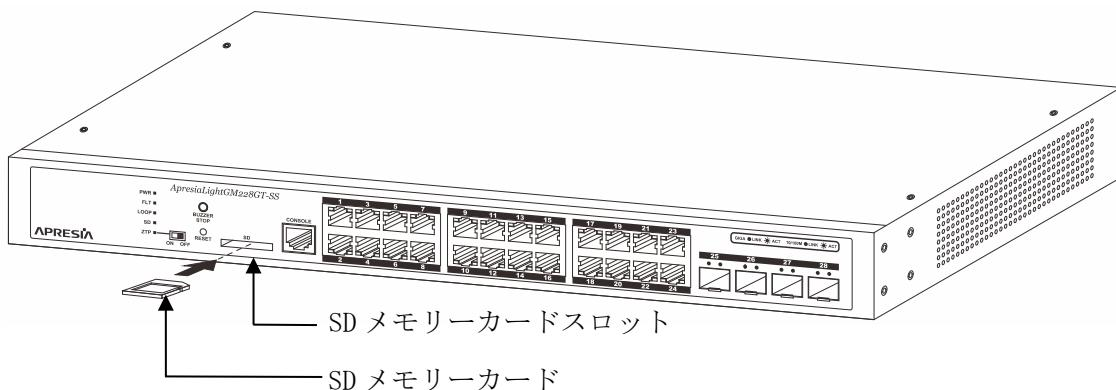

図 3-28 SDメモリーカードの挿抜方法
(4) AC 電源コードストッパーから電源ケーブルを外す場合は、AC 電源コードプラグ部をコンセントから抜き、輪部のロックを解除し輪部を緩め、AC インレットから電源コードを抜いてください。 (図 3-28 参照)